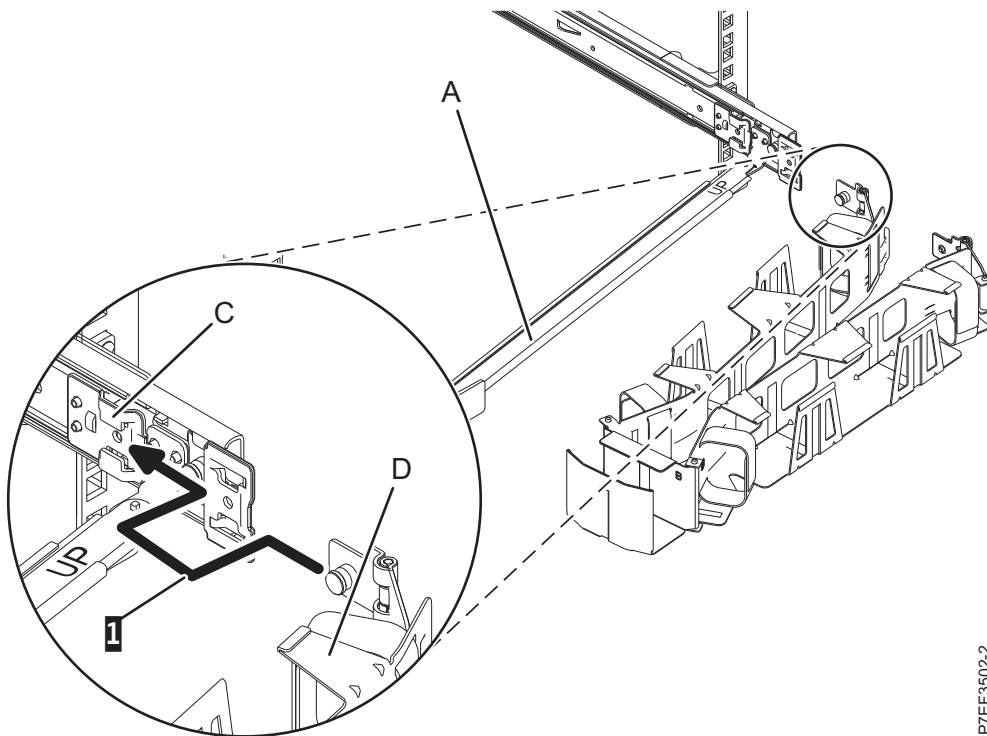
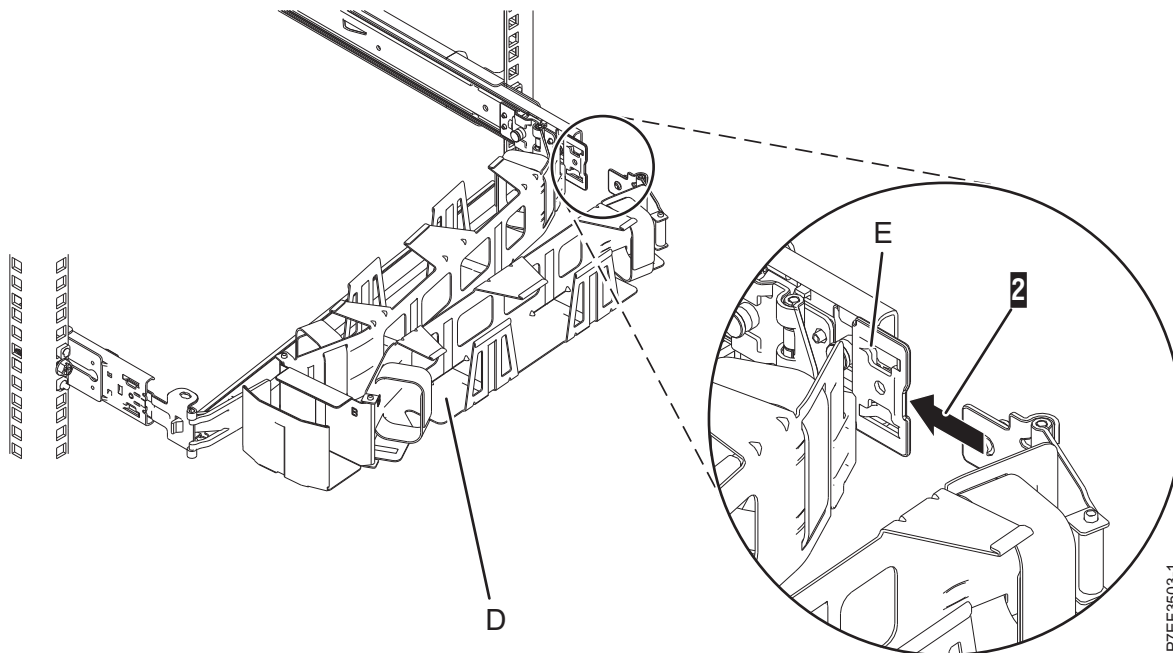

Figura 15. Deslizamiento de la pestaña del brazo portacables en la ranura de la abrazadera de montaje
Figura 16. Deslizamiento de la otra pestaña del brazo portacables en la abrazadera de extensión
7. Coloque el brazo portacables (D) en el brazo de soporte (A). Deslice la primera pestaña del brazo portacables en la ranura en la abrazadera de montaje (C). Empuje la pestaña hasta que el pestillo accionado por resorte quede encajado en su sitio. Deslice la otra pestaña del brazo portacables en la abrazadera de extensión (E) de la parte exterior del riel derecho (2). Empuje la pestaña hasta que el pestillo accionado por resorte quede encajado en su sitio. Para obtener detalles, consulte la Figura 15 y la Figura 16 en la página 12.